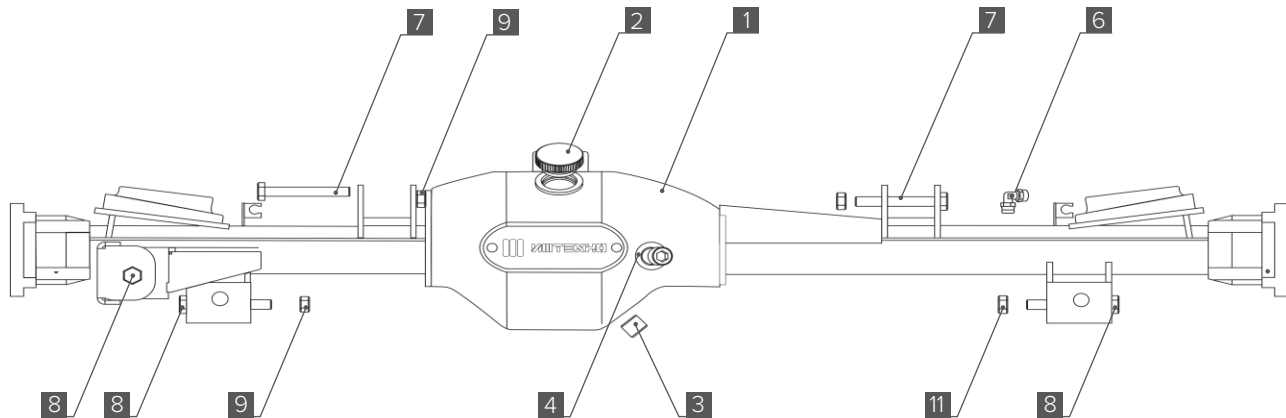

Рис. 1
**В комплект поставки входят (Рис. 1):**